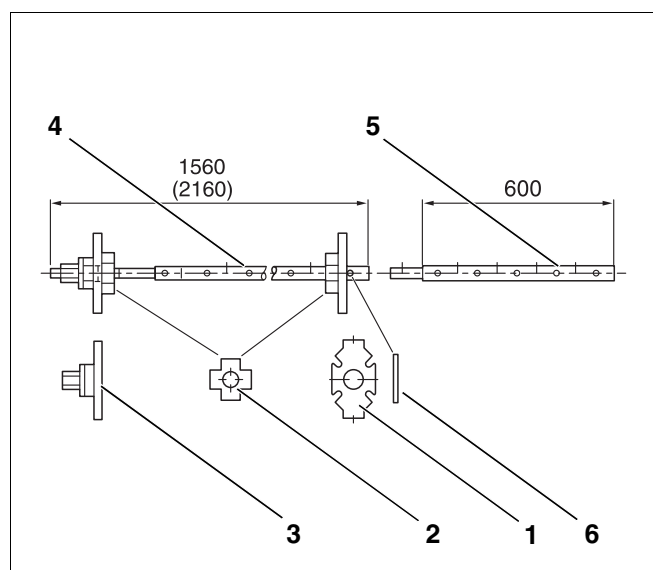
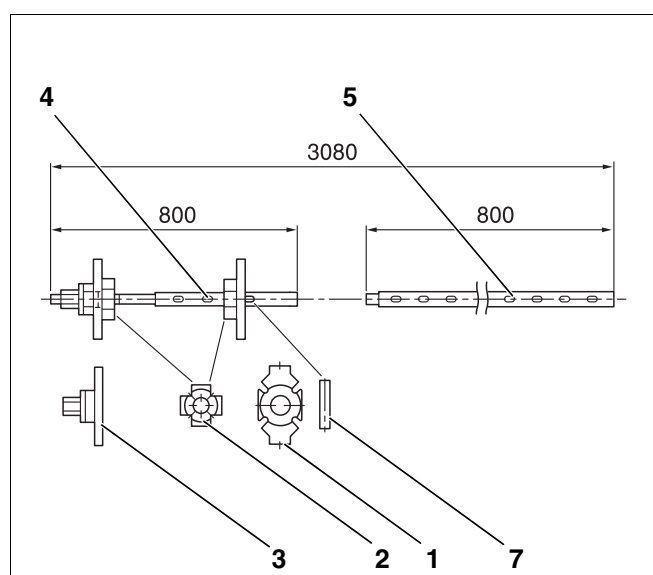
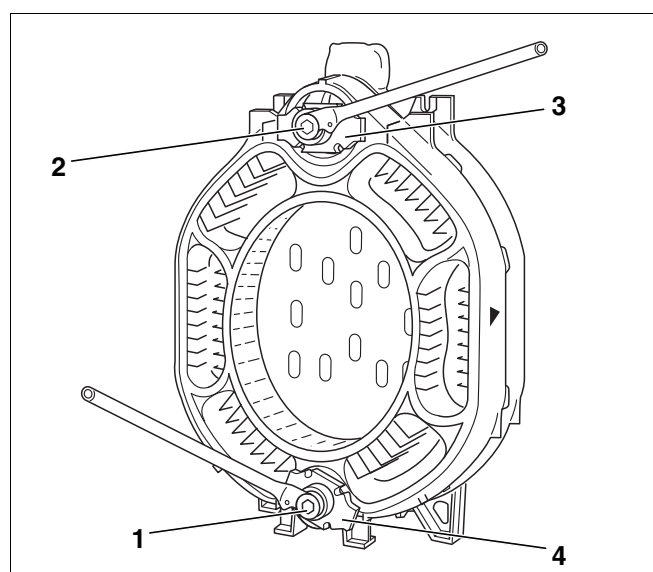

Fig. 1 Outil de pression pour chaudière 2.2
Fig. 2 Outil de pression pour chaudière 2.3
Fig. 14 Utilisation de l'outil de pression
- Outils de pression pour chaudière 2.2 (fig. 1) **ou** 2.3 (fig. 2).
Légende pour (fig. 1) et (fig. 2):
Resserrer le bloc partiel de la chaudière avec un outil de pression comme suit (fig. 14).
Utiliser uniquement des outils de taille 2.2 ou 2.3 (fig. 1 ou fig. 2 et fig. 14, [1] et [2]).
- ▶ Glisser les unités de serrage (fig. 14, [3] et [4]) sur les barres de traction (fig. 1 ou fig. 2, [4]).